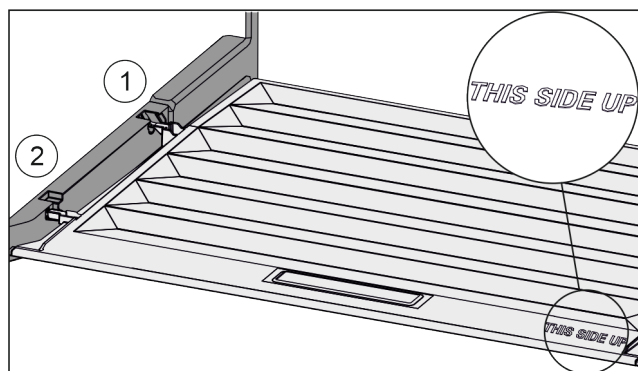

Fig. 98
- ▶ Introduceți nervura capacului prin orificiul suportului posterior Fig. 98 (1) și înclichetați-l în față în suport Fig. 98 (2).